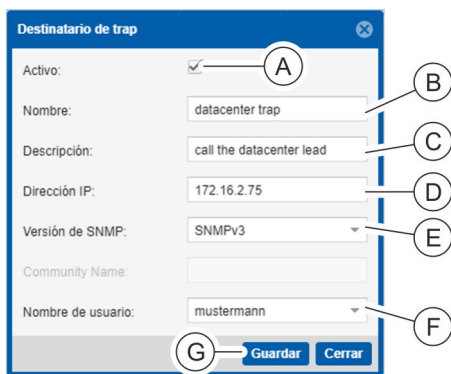

Fig. 144: Ventana "Destinatarios de trap"
1. ➔ Configure el destinatario de trap según Agregar un destinatario con SNMPv1/SNMPv2, pasos 1–4 (Fig. 144/A – D).
2. ➔ En el cuadro de selección, seleccione la versión de SNMP "SNMPv3" (Fig. 144/E).
3. ➔ Seleccione un nombre de usuario (Fig. 144/F).
4. ➔ Una vez introducidos los datos, cierre la ventana con el botón "Guardar" (Fig. 144/G) para guardar la configuración en la PDU.